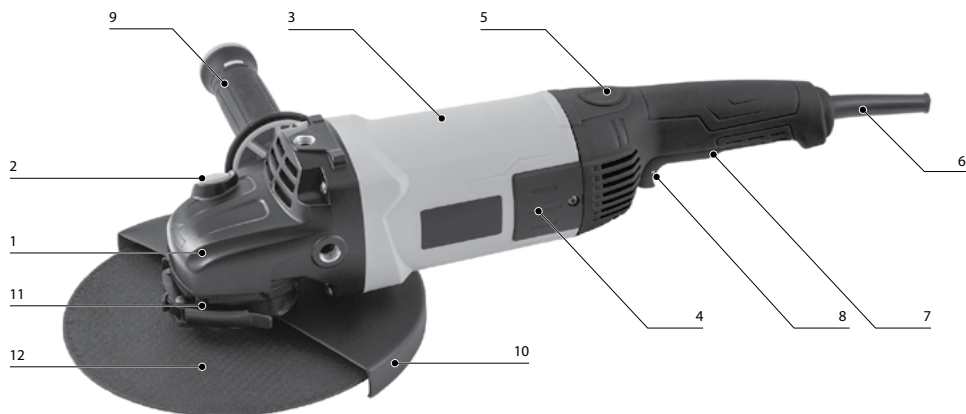

рис. 1
Общий вид машины представлен на рис. 1.
- отвести в сторону рычаг 11 (рис. 1) фиксации кожуха, ослабив крепежный хомут;
Вкрутите рукоятку 9 (рис. 1) в резьбовое отверстие корпуса редуктора в удобное для работы положение.
При установке/снятии оснастки блокировка шпинделя осуществляется клавишей 2 (рис. 1), расположенной на корпусе редуктора. Блокировка шпинделя также может осуществляться с помощью гаечного ключа S17.
Во избежание поломки машины и получения травм, запрещается нажимать на кнопку блокировки шпинделя 2 (рис. 1) во время работы шлифовальной машины, а также до полной остановки шпинделя после выключения двигателя.
В зависимости от вида используемой оснастки и характера обработки можно выбрать оптимальное и наиболее удобное положение основной рукоятки. Для изменения положения рукоятки необходимо нажать клавишу блокировки 5 (рис. 1) и повернуть рукоятку относительно корпуса на 90 градусов по или против часовой стрелки. При отпуске клавиши 5 рукоятка зафиксорируется в выбранном положении.
Для включения машины необходимо нажать клавишу выключателя 7 (рис. 1), переместив кнопку 8 (рис. 1) вперед. При необходимости выключатель питания 7 может быть зафиксирован в положении «Включено», для этого при нажатой клавише 7 переместите кнопку блокировки 8 вперед, и клавиша будет зафиксирована. Для отключения машины повторно нажмите и отпустите клавишу 7.